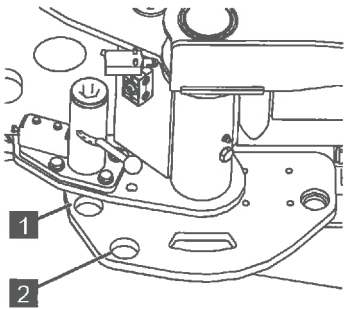

Abb. 113
3. Die Stütze so weit schwenken, bis sich der Arretierbolzen über der Bohrung zur schmalen (Abb.113/1) oder breiten (Abb.113/2) Arbeitsposition befindet.